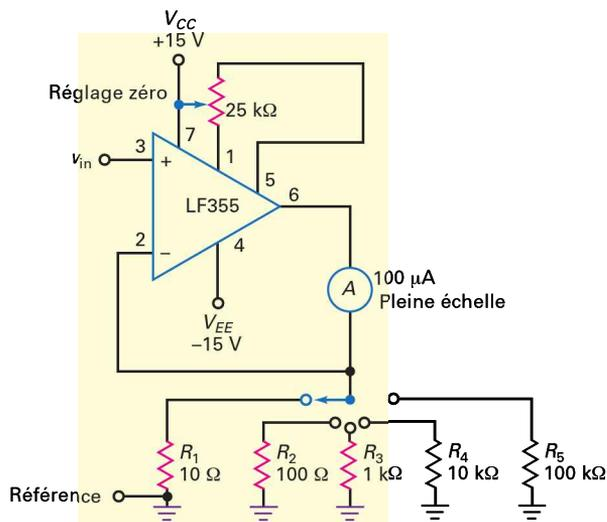

Figure 17.25
- 17.34 La figure 17.25 représente un voltmètre continu utilisant un ampli op BIFET. On suppose que la tension de sortie a été annulée avec le circuit d'ajustage du zéro. Quelle est la valeur de la tension d'entrée qui donne une déviation pleine échelle pour chaque position du commutateur ?